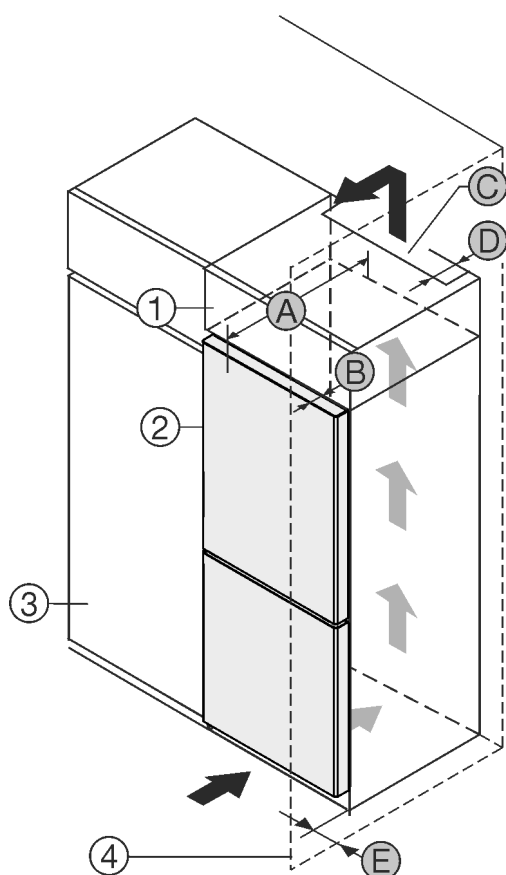

Fig. 1
Aparat postavite neposredno zraven kuhinjske omare Fig. 1 (3).*
Na zadnji strani nadgradne omare mora biti zaradi prezračevanja in odzračevanja po vsej širini nadgradne omare prezračevalni jašek globine Fig. 1 (D).
Pod stropom je treba upoštevati presek prezračevanja Fig. 1 (C).
Če aparat postavite s tečaji poleg stene Fig. 1 (4), mora razdalja med aparatom in steno znašati vsaj 13 mm.
Če aparat postavite s tečaji poleg stene Fig. 1 (4), mora razdalja med aparatom in steno znašati vsaj 20 mm.
Da vrata lahko odpirate, mora naprava štrleti ven vsaj za globino vrat Fig. 1 (B) glede na fronto kuhinjske omare. Odvisno od globine kuhinjskih omar Fig. 1 (3) in uporabe stenskih distančnikov lahko naprava štrli bolj ven.*